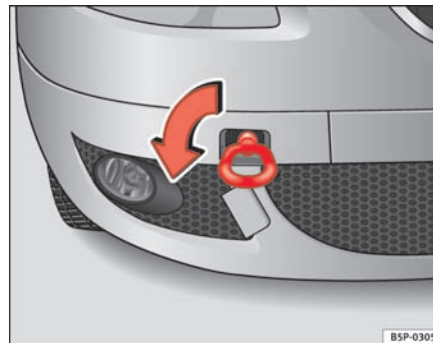
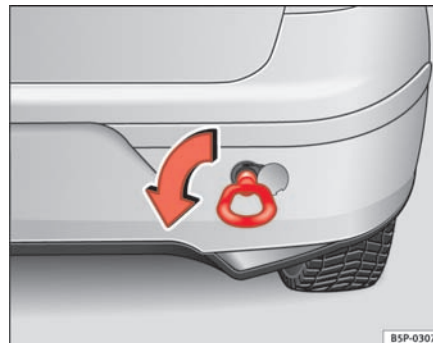

Fig. 198 Foran i højre side på bilen: montering af slæbøjjet foran
Fig. 199 Montering af slæbøjje bag på bilen
- Skru slæbebøjet i hullet med gevind foran ⇒ side 252, fig. 198 eller bagpå ⇒ side 252, fig. 199. Du skal dreje det *mod uret* i pilens retning og så langt ind, som det kan komme.